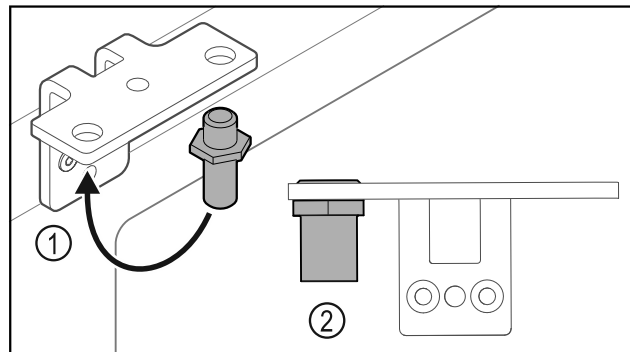

Fig. 28
- Bouten Fig. 28 (1) naar de scharnierhoek verplaatsen.
- Bouten Fig. 28 (2) met **aanhaalmoment van 12 Nm** vastdraaien.